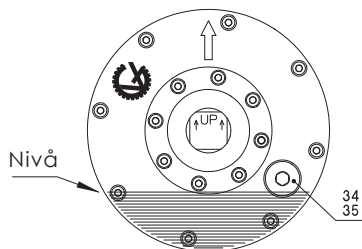

Fig. 3b
2. Rotera trummotorn tills påfyllningspluggen (pos. 34) är i läget klockan 6.
5. Fyll på trummotorn med den rekommenderade typen och mängden olja. Den radiella pilen på trummans kapselmutter där påfyllningspluggen sitter måste peka uppåt för att man ska kunna kontrollera rätt oljenivå. När pilen är i läget klockan 12 ska oljan bara precis "gråta" lite ur påfyllningspluggens hål (se fig. 3b).
6. Sätt tillbaka påfyllnadspluggen och byt ut kopparbrickorna (pos. 35). Se konstruktionen på sid. 22-24.